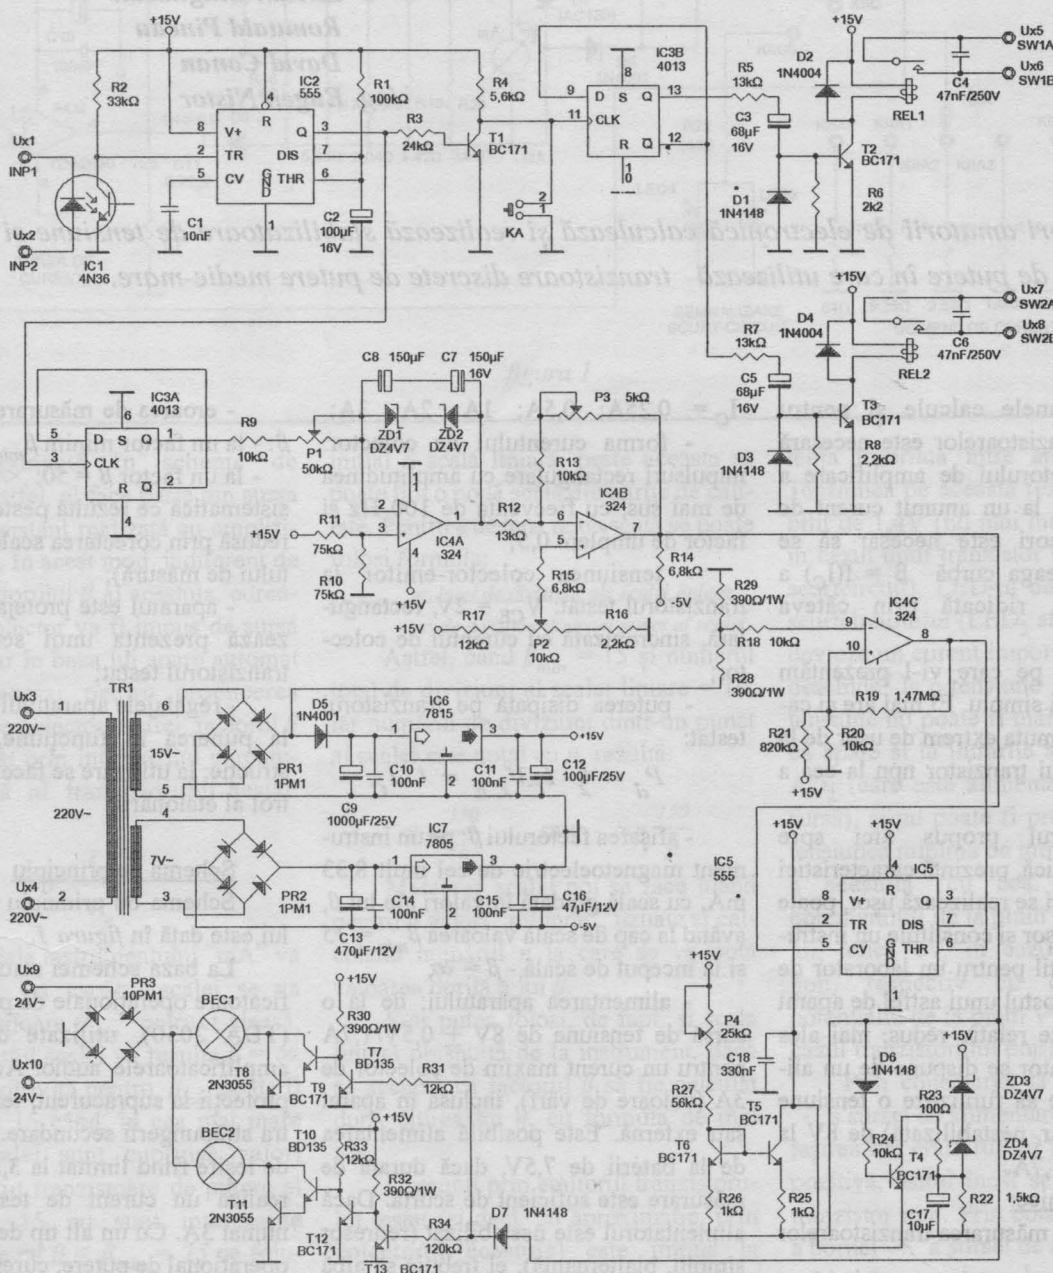

figura 5
Schema de principiu a întregii instalații este dată în figura 5.
Toate aparatele de proiecție automate au amplasate pe panoul din spate două mufe: una este destinată pentru cuplarea telecomenzii proprii, iar cea de-a doua, conectată în paralel cu prima, permite cuplarea contactelor releelor  $L_1$  și  $L_2$  (vezi, figura 5). Închiderea momentană a unui astfel de contact va declanșa schimbarea diapozitivului la aspectomatul al cărui bec este stins.
- posibilitatea de revenire în sincronism la apariția unor impulsuri parazite, prin setare manuală (buton  $K_A$  - figura 5).